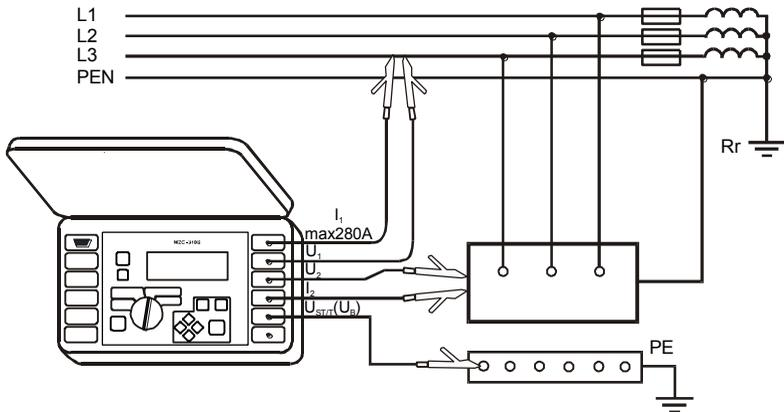
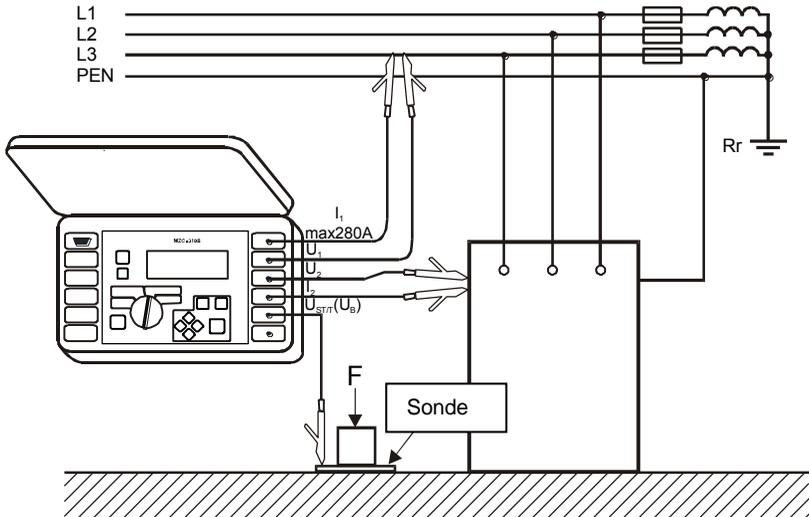

Abb. 18. Berührungsspannungsmessung U_{ST}
Abb. 19. Berührungs-Schlagspannungsmessung U_T
Bei der eingestellten Funktion der Parametermessung der Kurzschlusschleife (2p oder 4p) misst das Gerät laufend die Spannung und die Netzfrequenz auf die im Punkt 7.6 beschriebene Weise. Ihre Werte werden unten auf dem Bildschirm angezeigt. Der Index bei der Bezeichnung der Spannung U bestimmt, ob die Phasenspannung - U_{LN} , Leiter-Leiter-Spannung - U_{LL} gemessen wird oder ob auch der Spannungswert außer den auf der Abb. 19. - U_{Σ} gezeigten Bereichen liegt. Dieselbe Bezeichnungsprinzipien betreffen die Spannung, die während der Impedanzmessung der Kurzschlusschleife gemessen wird.
- die Messleitungen wie auf der Abb. 18 für U_{ST} oder wie auf der Abb. 19 U_T anschließen.
Die Messung der Berührungs-Schlagspannung U_T erfolgt nach der Einschaltung im Messgerät eines zusätzlichen Widerstandes mit dem Wert von 1 k Ω zwischen den Klemmen U_2 und $U_{ST/T}$ (U_B). Der Widerstand spiegelt den Widerstand des Menschen wider und die Klemme $U_{ST/T}$ (U_B) wird mit der Elektrode verbunden, die Füße des Menschen simuliert, angebracht auf der Unterlage (Abb. 19), deren Ausführung und Belastung entsprechende Normen beschreiben.